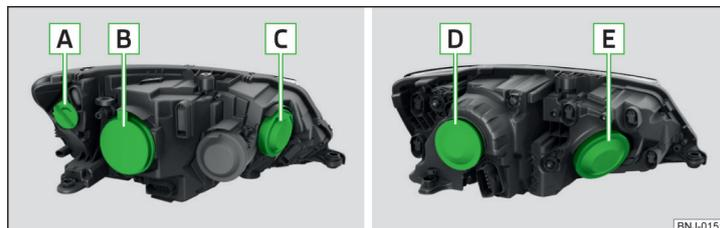

Fig. 182 Schéma de principe : phares halogène/phares-projecteurs halogène
Emplacement des ampoules » fig. 182
➤ Retirez le cache **B** » fig. 182 à la page 195.
➤ Replacer le cache **B** » fig. 182 à la page 195.
➤ Retirez le cache **C** » fig. 182 à la page 195.
➤ Replacer le cache **C** » fig. 182 à la page 195.
- Retirer le cache **[D]** » fig. 182 à la page 195.
- Replacer le cache **[D]** » fig. 182 à la page 195.